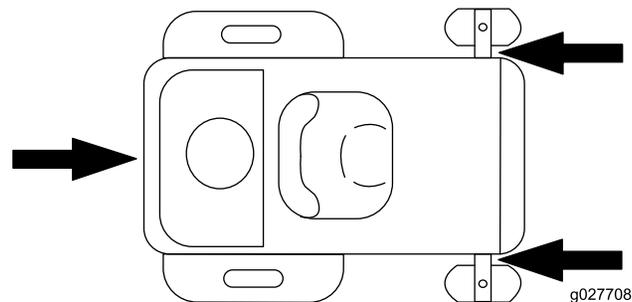

Figura 25
5. Ancorate la macchina vicino alle ruote orientabili anteriori e al paraurti posteriore (Figura 25).